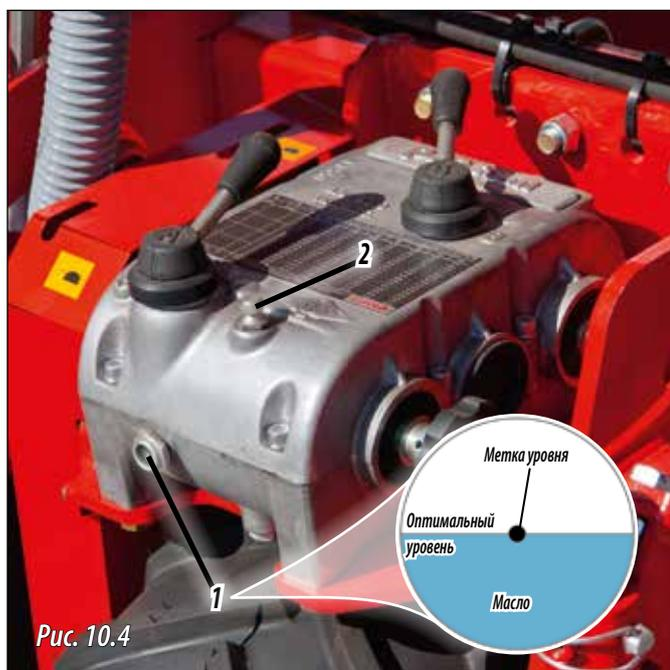

Рис. 10.4
Периодически проверять уровень масла в коробке передач через смотровое отверстие (1, рис. 10.4).
ОПТИМАЛЬНЫЙ УРОВЕНЬ МАСЛА СОВПАДАЕТ С ОТМЕТКОЙ В ЦЕНТРЕ СМОТРОВОГО ОТВЕРСТИЯ (РИС. 10.4).
- 1- Снять пробку (2, рис. 10.4).
- 2- Залить масло, уровень масла контролировать через смотровое отверстие (1, рис. 10.4).